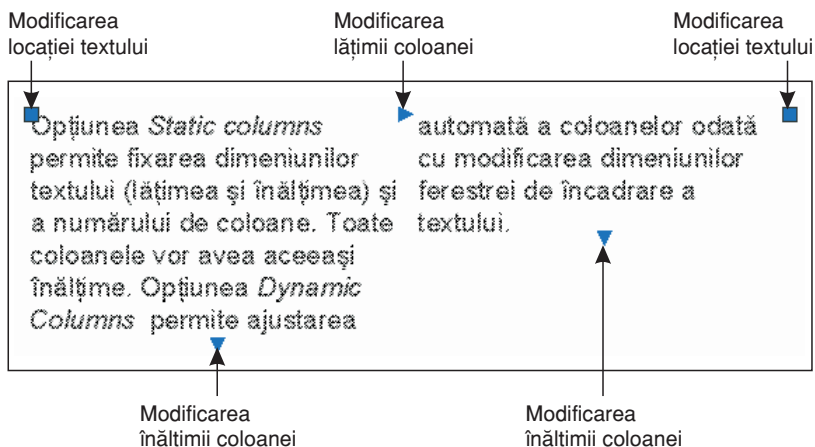

Fig. 6.36 Modificarea aspectului coloanelor de text
7. Se selectează textul introdus anterior. Sunt afișate *grip*-urile care permit modificarea obiectului Mtext, ca în Fig. 6.36.